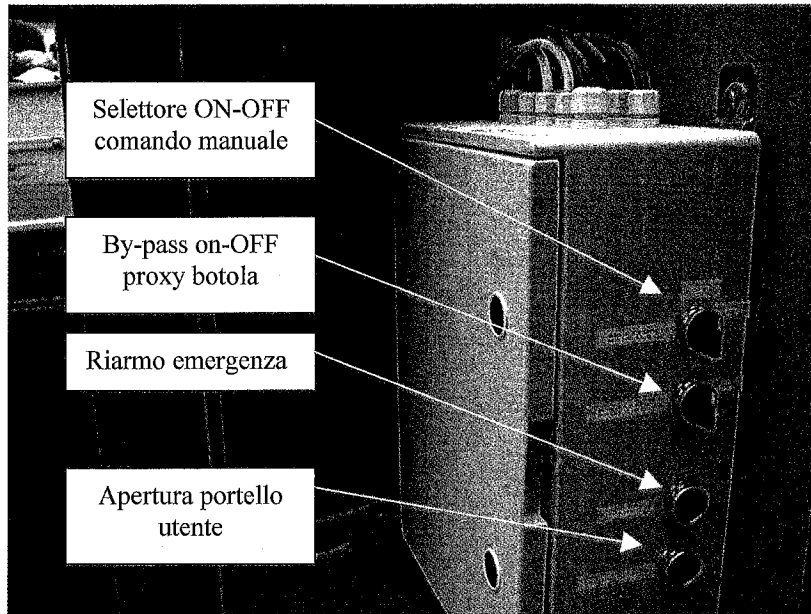
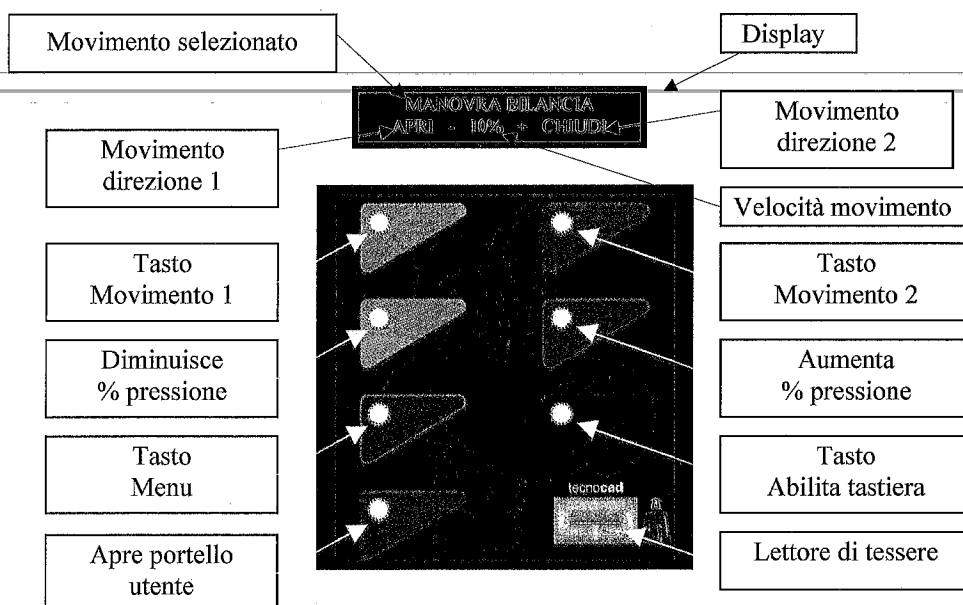

Fig. 5.1: Controlli disponibili per la manutenzione
Fig. 5.2: rappresentazione della tastiera e delle funzioni dei singoli tasti in modalità manuale da tastiera.
- a. Controllo manuale esterno (fig. 5.2): quando inserito (selettore manuale ON sul quadro, fig. 5.1) disattiva le funzionalità della scheda di controllo e consente in qualunque momento l'esecuzione di tutti i movimenti. In tale modalità sono disattivati i controlli relativi ai fine corsa. Per attivare tale modalità, è necessario utilizzare l'apposito interruttore posto all'interno del torrino. Sul Display compare la scritta: 'Controllo manuale attivato'.
A questo punto i tasti prendono le seguenti funzioni (vedi fig. 5.2):
Per tornare in modalità normale, ruotare il selettore manuale su OFF (fig. 5.1)